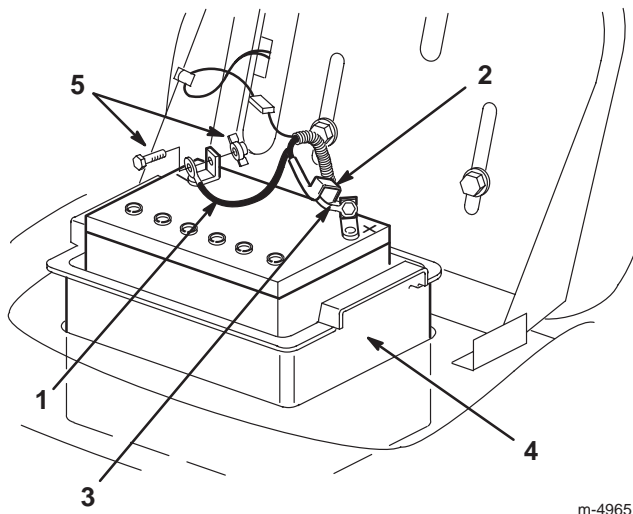

Bild 16
7. Klemmen Sie das Minuskabel (schwarz) vom Batteriepol ab (Bild 16).
4. Schließen Sie das (schwarze) Minuskabel mit der Schraube und Flügelmutter am (-) Minuspol an (Bild 16).
9. Klemmen Sie das (rote) Pluskabel vom Batteriepol ab (Bild 16).
10. Entfernen Sie den Batteriekasten und die Batterie aus dem Chassis (Bild 16).
1. Bauen Sie den Batteriekasten und die Batterie in das Chassis ein (Bild 16).
2. Schließen Sie das Pluskabel (rot) mit der Schraube und der Flügelmutter am (+) Pluspol an (Bild 16).